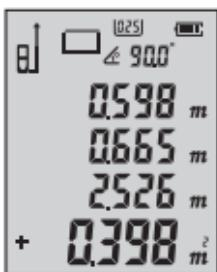

图2
2. 短按 **▲** 键，进入累加模式，再测量第二个面积，得到结果如下图2